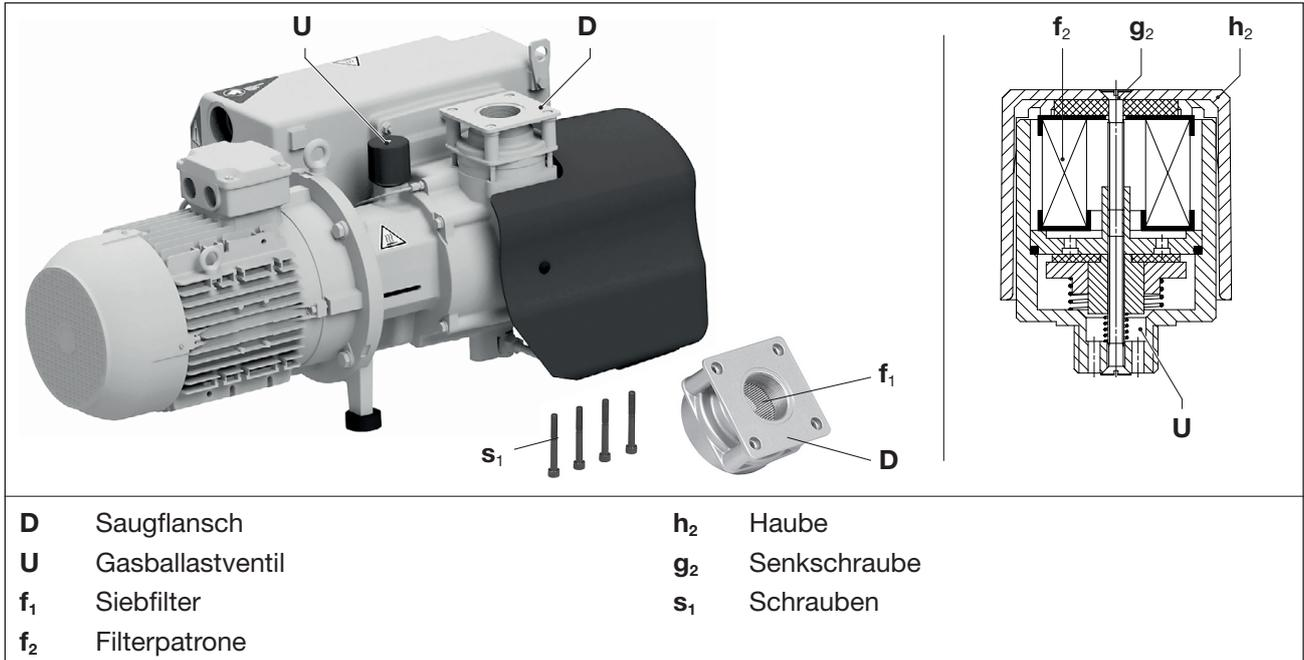

Abb. 6 Siebfilter und Gasballastventil
Siebfilter (Abb. 6/f,) ist je nach Verunreinigung des abgesaugten Mediums mehr oder weniger oft durch Auswaschen bzw. Ausblasen zu reinigen oder zu ersetzen.
- Saugflansch (Abb. 6/D) nach lösen der Schrauben (Abb. 6/s₁) abnehmen.
- Siebfilter (Abb. 6/f,) reinigen.
- Saugflansch (Abb. 6/D) aufsetzen und mit den Schrauben (Abb. 6/s₁) befestigen. Anzugsmoment: 25 Nm
Die Pumpen arbeiten mit einem Gasballastventil (Abb. 6/U). Die eingebaute Filterpatrone (Abb. 6/f₂) ist je nach Verunreinigung des durchströmenden Mediums mehr oder weniger oft zu reinigen.
- Durch Lösen der Senkschraube (Abb. 6/g₂) und Entfernen der Kunststoff-Haube (Abb. 6/h₂) können die Filterteile zur Reinigung herausgenommen werden.
- Die Filterpatrone (Abb. 6/f₂) durch Ausblasen reinigen oder ersetzen.
- Filterpatrone (Abb. 6/f₂) in das Ventil einsetzen, Kunststoffhaube (Abb. 6/h₂) aufsetzen und mit der Senkschraube (Abb. 6/g₂) befestigen. Schraube handfest anziehen.